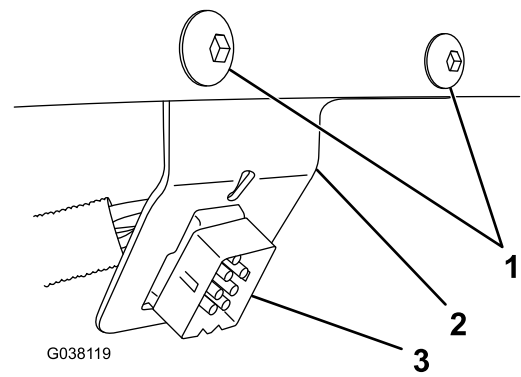

Figure 9
7. Amenez le connecteur du contrôleur de chasse-neige dans la cabine du véhicule (Figure 9).
8. Installez le connecteur du contrôleur de chasse-neige sur le support du tableau de bord et fixez le support du côté gauche du volant à l'aide de 2 boulons autotaraudeurs (Figure 9).